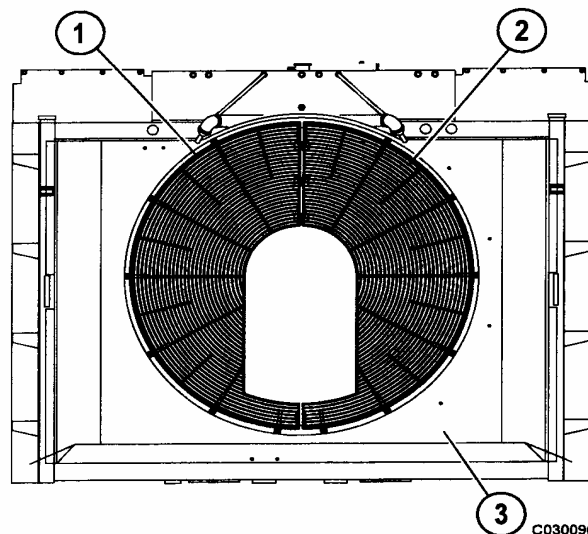
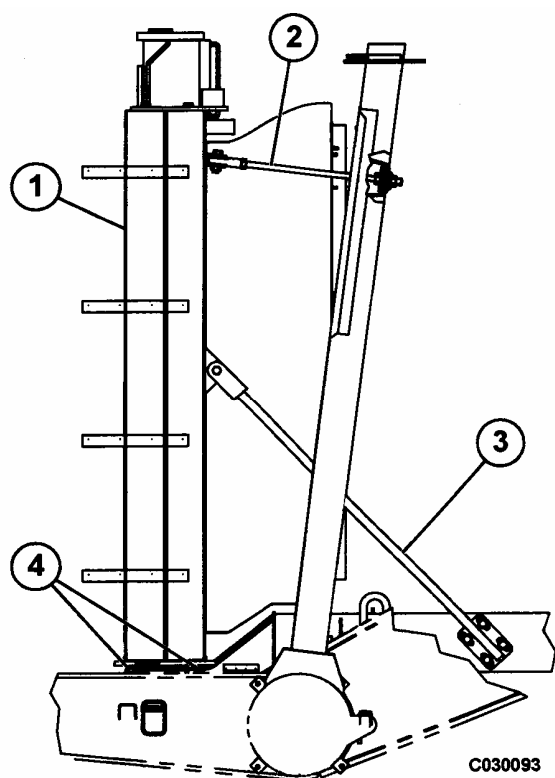

FIGURA 3-4. PROTECCIONES DEL VENTILADOR
FIGURA 3-5. MONTAJE DEL RADIADOR
8. Saque los pernos y golillas de seguridad para liberar los protectores del ventilador (1, Figura 3-4) y (2) de la protección del radiador (2). Las dos mitades de la protección del ventilador pueden desensamblarse y desmontarse, o la protección completa se puede mover hacia atrás para sacar la protección del ventilador durante el desmontaje del radiador.
10. Saque los vástagos de soporte superiores (2, Figura 3-5) y las barras estabilizadoras (3).
- Instale el accesorio de montaje del radiador (4, Figura 3-5) en los soportes de montaje inferiores del radiador. No apriete en este momento.
- Inspeccione los bujes de goma para la barra estabilizadora (5) y cámbielos si están gastados o dañados.
- Instale el accesorio de montaje en el extremo inferior de las barras estabilizadoras (5) e inserte los vástagos en los soportes de montaje del sub-bastidor. Inserte el accesorio de montaje restante pero no apriete. Instale las barras estabilizadoras en los soportes del radiador y apriete el accesorio de montaje a torque estándar.
- Instale los vástagos de soporte superiores (2) y el accesorio de montaje en ambos extremos. No apriete en este momento.
- Apriete el accesorio de montaje del radiador (4) en los soportes de montaje inferiores del radiador a torque estándar.
- Monte las protecciones del ventilador (1, Figura 3-4) y (2) usando el accesorio de montaje original.